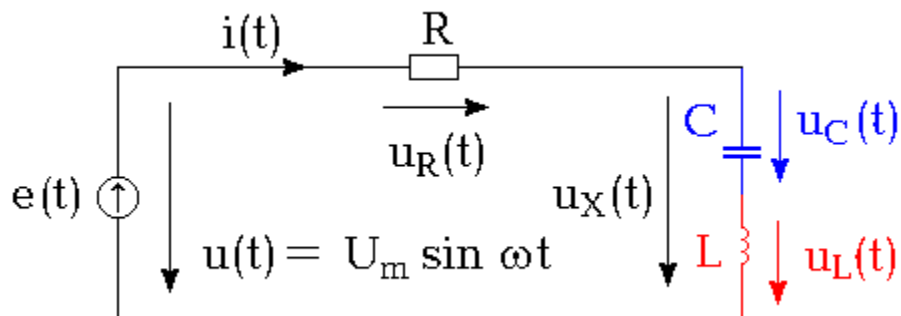

Рис.1
1. Выбрав из табл.1 параметры элементов последовательного резонансного контура (рис.1), рассчитать следующие характеристики контура:
1. Включив в схему рис.1 амперметр и три вольтметров определите экспериментальные значения токов и напряжений, заданных в табл. 2.